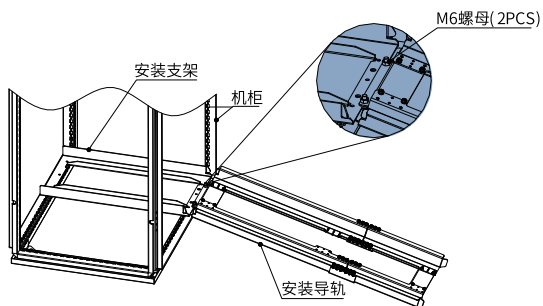

图5-38 安装导轨机柜内安装示意图
b. 将安装导轨前端的两个圆孔对准安装支架的螺杆，用2个M6螺母锁紧，将导轨安装到机柜上，如第85页“图5-38”所示。